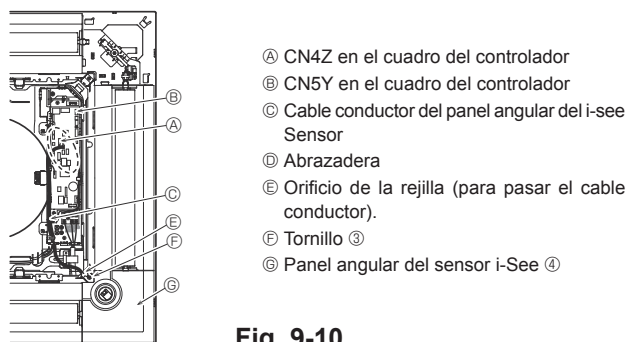

Fig. 9-10
9.4.6. Instalación del panel angular del i-see Sensor (Fig. 9-10)
- Pase el conector del cable conductor (blanco, 4 polos y blanco, 5 polos) del panel angular del i-see Sensor ④ desde el lateral de la caja eléctrica de la unidad principal y conéctelo a los conectores CN4Z y CN5Y del cuadro del controlador.